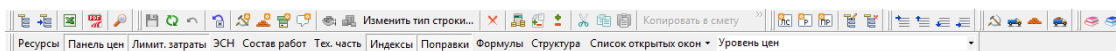

Рис. 3. Плавающие панели инструментов
**Панели инструментов.** Следующие две строки занимают плавающие панели инструментов. В них в виде текстовых кнопок или пиктограмм выведены наиболее часто используемые инструменты (см. рис. 3). При наведении курсора на пиктограмму появляется всплывающая подсказка с ее названием.